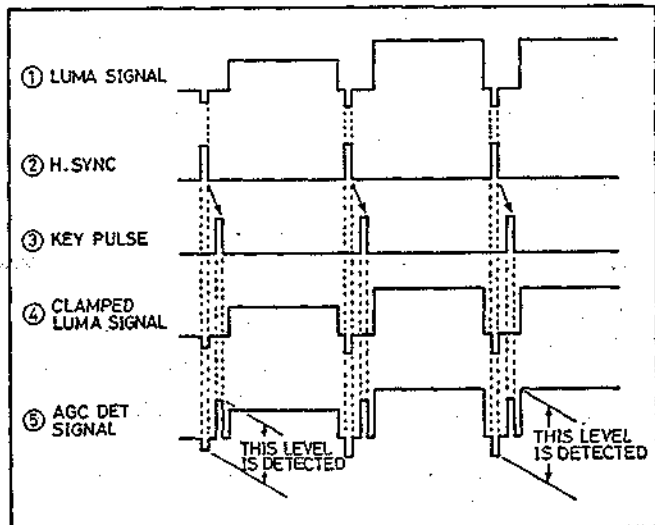

Abb. 5-8 AGC Betriebsfunktion
(1) AGC-Schaltkreis (Abb. 5-8)